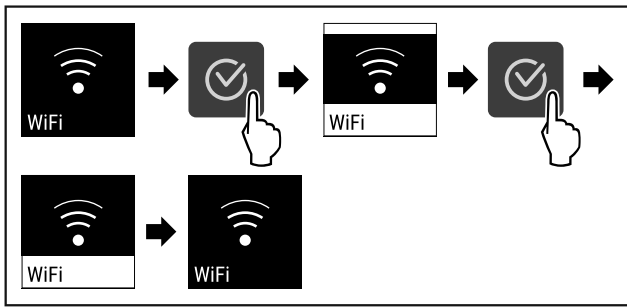

Fig. 87
- ▶ Genomför stegen (se Fig. 87).